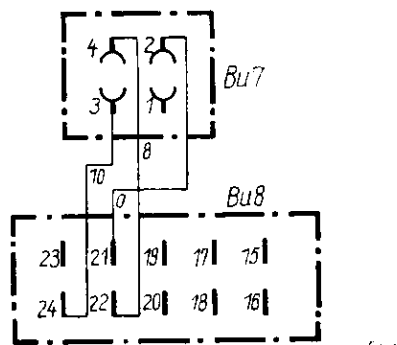

Abb. 2 Schaltskizze
e) Leitungen von Messerleiste Bu 8 zur Federleiste Bu 7 nach Schaltskizze Abb. 2 verlegen.